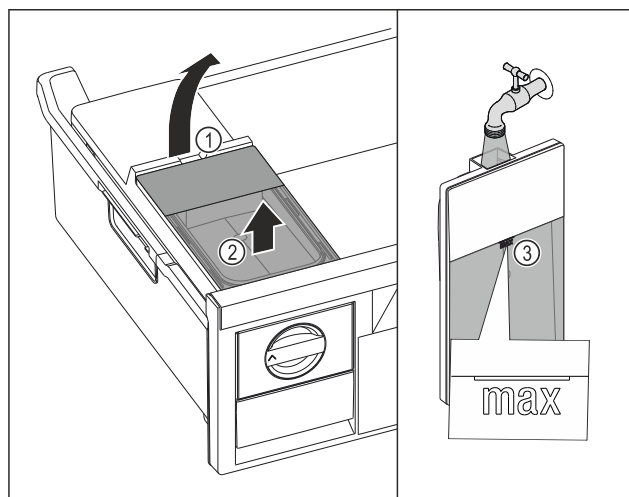

Fig. 177
- Ngrini lart depozitën e ujit duke e kapur nga foleja Fig. 177 (1).
- Hiqni depozitën e ujit për nga lart. Fig. 177 (2)
- Mbusheni depozitën e ujit me ujë të pijshëm deri te shenja Fig. 177 (3).